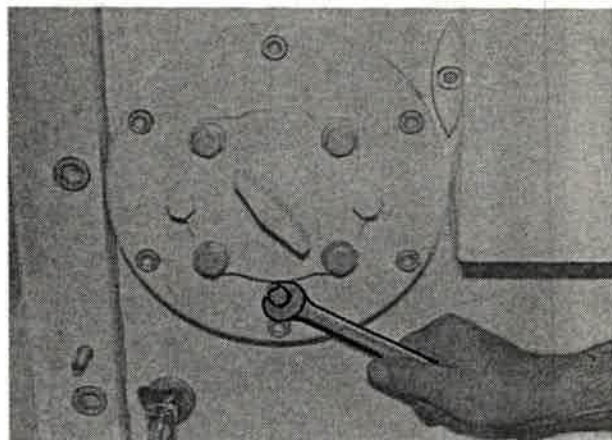

Bild 104
1. Ablasschraube des Schlamm-sammelbehälters herausschrauben (Bild 104).